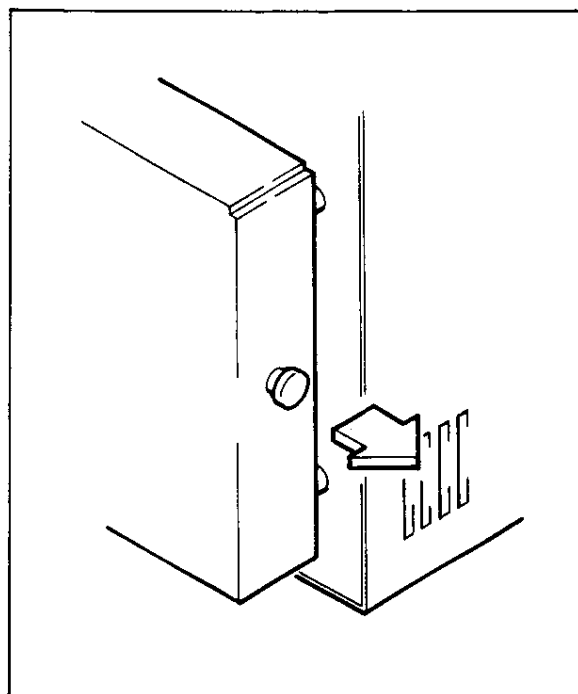

図4.2
- 入力端子用の背面カバーは、図4.2のように本器背面の端子ケース (図ではカバーの内部にあるため見えません) にクリップで固定されています。
まず、このクリップを左右両方ともとりはずしてください。(つまんで、図4.2の方向に引っばるとはずれます)